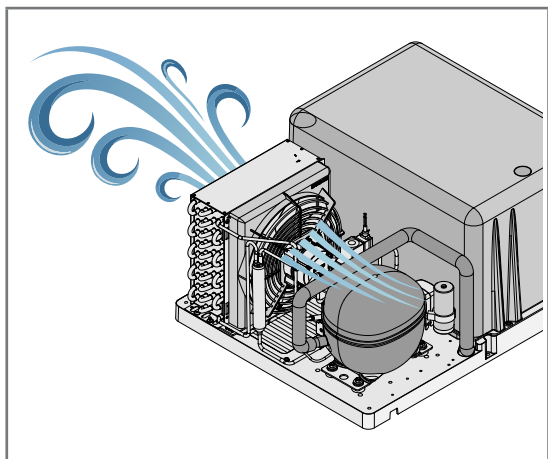

Fig 4.7 - Nettoyage du condenseur
- Il est conseillé d'utiliser un jet d'air comprimé, en soufflant de l'intérieur vers l'extérieur de l'appareil (Fig. 4.7), en gardant une distance adéquate pour éviter d'endommager les composants.